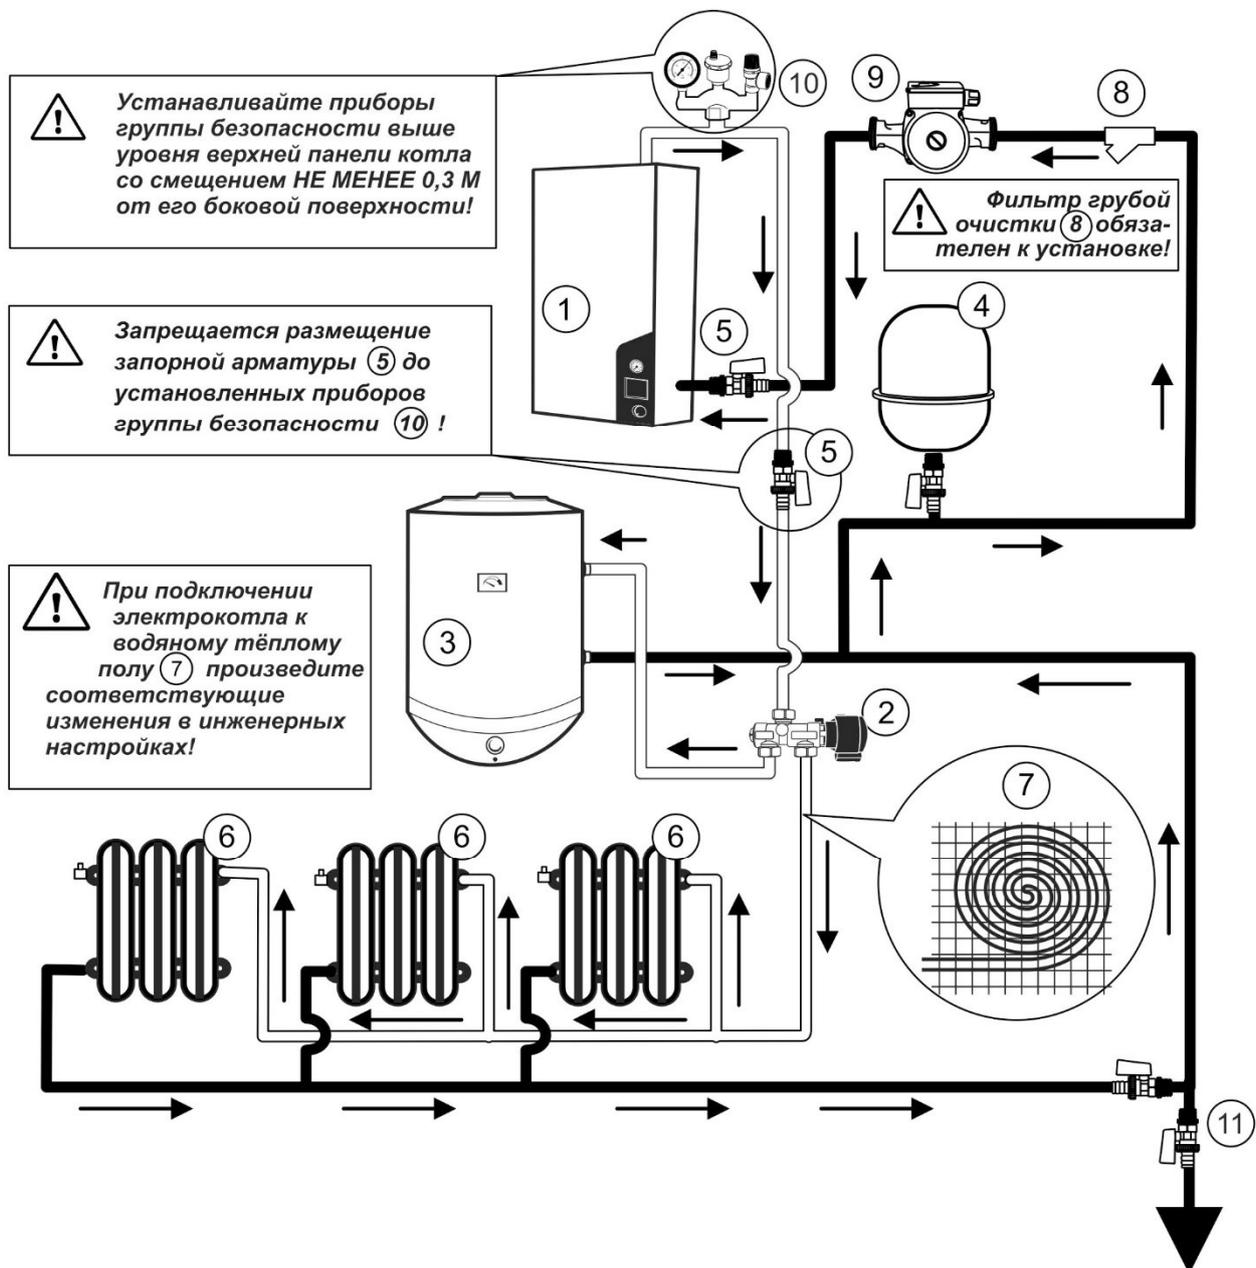

Рисунок 4 - Примерная схема устройства отопительной системы
**Подключение котла к системе отопления рекомендуется выполнять таким образом, чтобы в случае необходимости ремонта котла теплоноситель можно было слить только из него, для чего используйте входную и выходную запорную арматуру (см. Рисунок 4).**